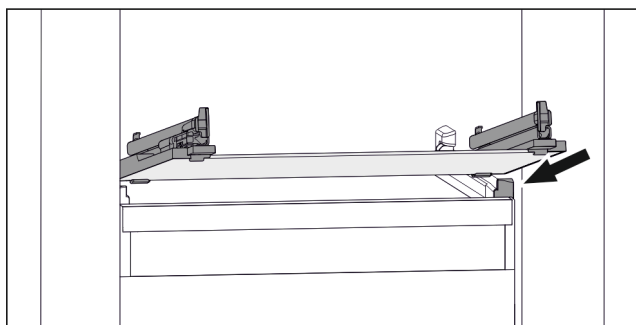

Fig. 156 Simbolična slika steklene plošče
- ▶ Steklenu ploščo postavite v poševnem položaju za zaustavljalniki. (glejte Fig. 156)